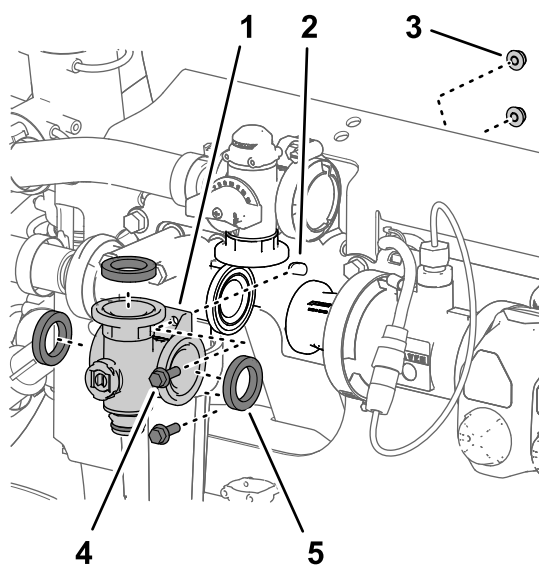

Рисунок 119
3. Выверните 2 болта с фланцем ($\frac{1}{4} \times \frac{3}{4}$ дюйма) и 2 фланцевые контргайки ($\frac{1}{4}$ дюйма), с помощью которых коллектор клапана перемешивания подсоединен к опоре клапана (Рисунок 119).
4. Снимите коллектор клапана перемешивания и прокладки с машины (Рисунок 119).